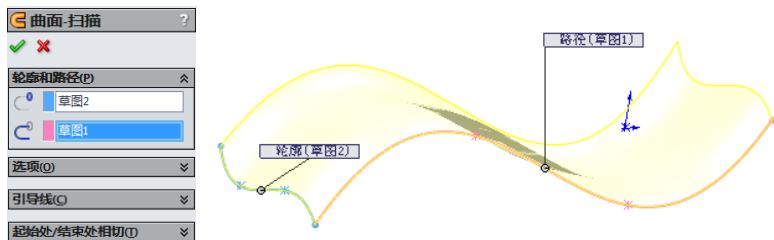

图 6-47 预览扫描曲面效果
**04** 单击图标右侧的显示框，然后在图形区域中选择路径草图，则所选路径草图出现在该框中。此时，在图形区域中可以预览扫描曲面的效果，如图 6-47 所示。